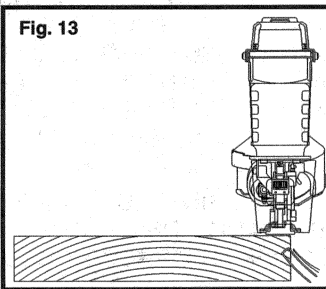

Fig. 13
22. N'ENFONCEZ PAS LES ÉLÉMENTS DE FIXATION TROP PRES des bords de l'ouvrage. L'ouvrage risque alors d'éclater et permettre à l'élément de fixation de s'envoler ou de ricochet, et occasionner ainsi de graves blessures. Fig. 13.